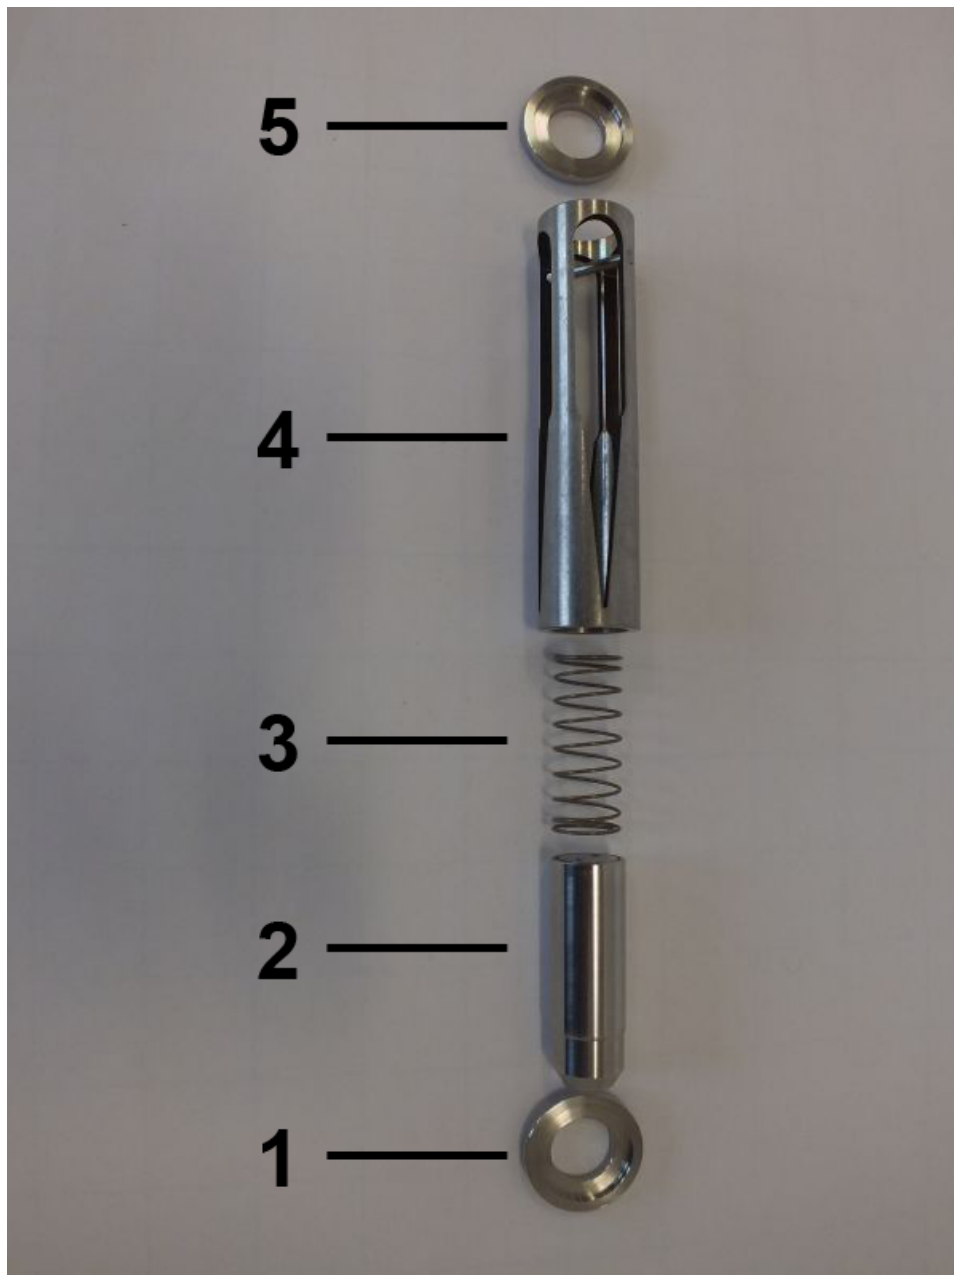

Abb. 52: Innenteile
6. ➤ Zentrierscheibe (Eingang) (Abb. 52/1), Schwebekörper (Abb. 52/2), Feder (Abb. 52/3), Schlitzdüse (Abb. 52/4) und Zentrierscheibe (Ausgang) (Abb. 52/5) als Innenteile des Strömungswächters